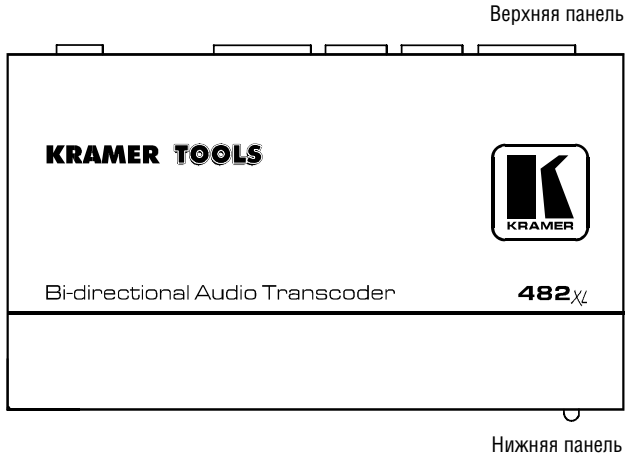
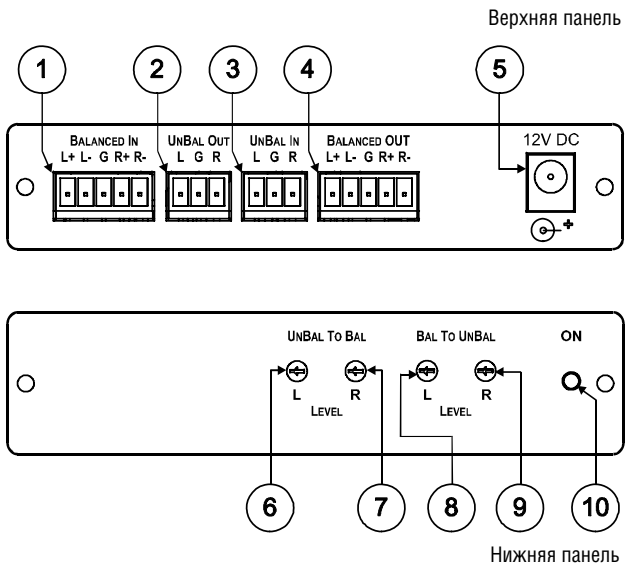

Рис. 1. Двунаправленный аудиотрансcoder 482xl
Рис. 2. Верхняя и нижняя панели 482xl
На рис. 1, рис. 2 и в табл. 1 представлены органы управления и разъемы двунаправленного транскодера 482xl.
1. Вставьте отвертку в одно из четырех отверстий на нижней панели прибора, через которые осуществляется доступ к подстроечным регуляторам (см. рис. 2).